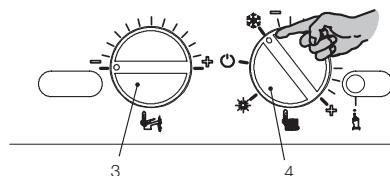

Рисунок 2.2
- Поверните переключатель 4 так, как показано на рисунке (Рисунок 2.2).